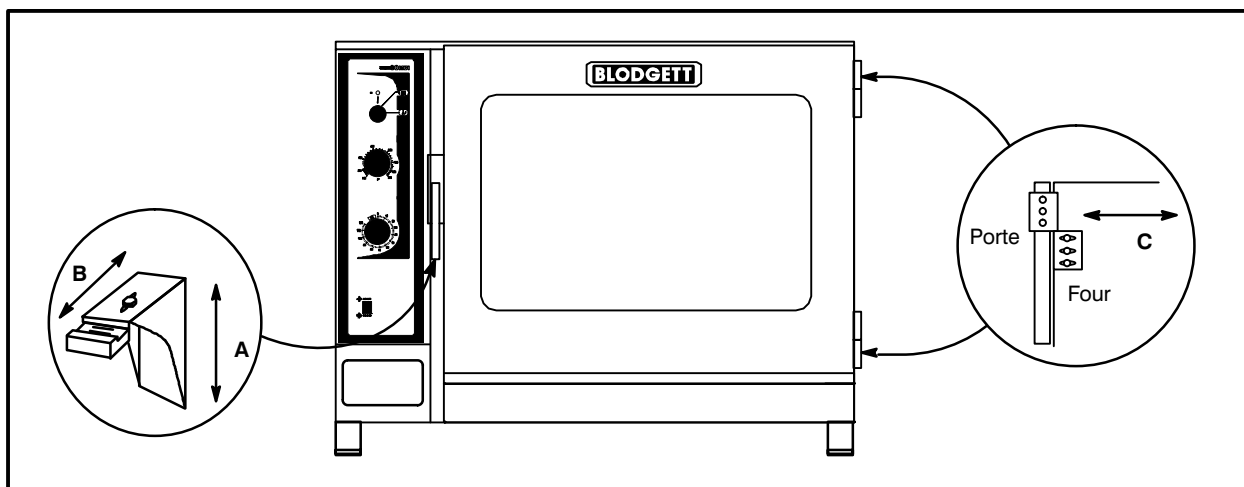

Figure 8
1. Pour ajuster vers le haut et vers le bas, desserrez les deux boulons qui fixent le loquet au devant de l'appareil. Reportez-vous à la Figure 8 (A).
4. Pour ajuster vers l'avant et l'arrière, desserrez le boulon sur le dessus du loquet. Reportez-vous à la Figure 8 (B).
2. Ajustez les charnières de manière à ce que la partie arrière de la porte et le devant de l'appareil soient parallèles. Consultez la Figure 8 (C).